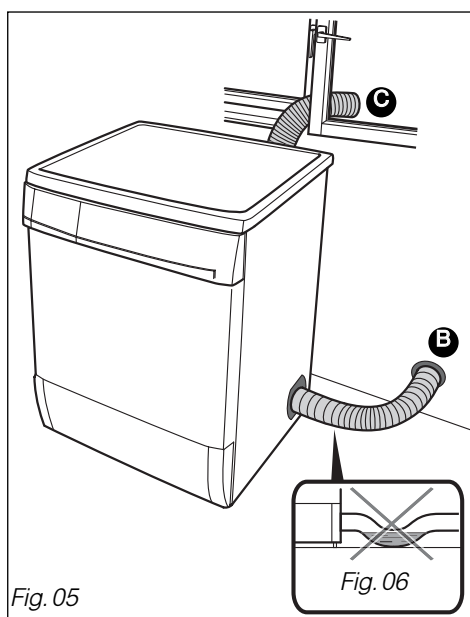

Fig. 05
- **Soit par un raccordement fixe dans le mur :** (Fig. 05) **B**
- **Soit de façon temporaire :** (Fig. 05) **C**
- elle doit comporter le moins de coudes possible (2 au maximum) voir Fig.05 page précédente.